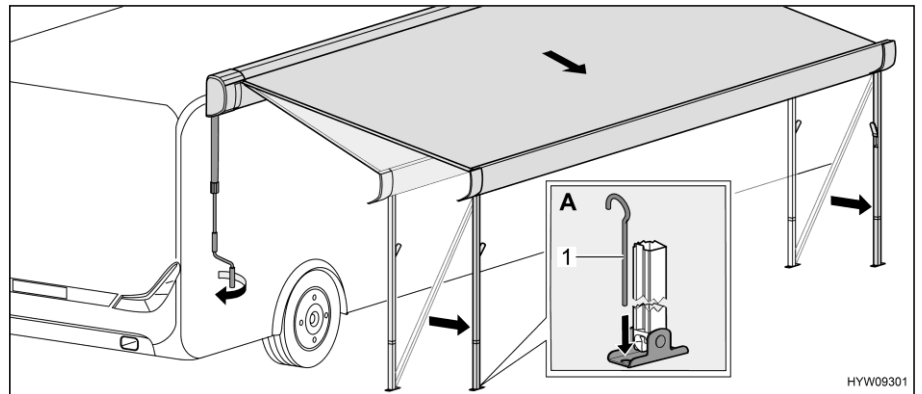

Fig. 48 Mover el toldillo a la posición final
- Fijar los pies de apoyo en el suelo usando piquetas (Fig. 48,1) (Fig. 48,A).